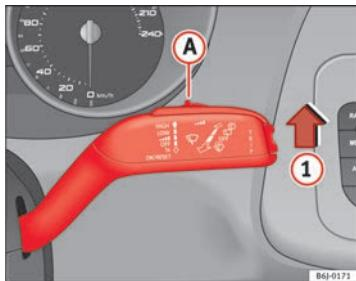

Fig. 65 Palanca del limpiaparabrisas
- Mueva la palanca del limpiaparabrisas hasta la posición ① ⇒ fig. 65.
- Mueva el mando ① hacia la izquierda o hacia la derecha para ajustar la sensibilidad del sensor de lluvia. Mando hacia la derecha: nivel de sensibilidad alto. Mando hacia la izquierda: nivel de sensibilidad bajo.